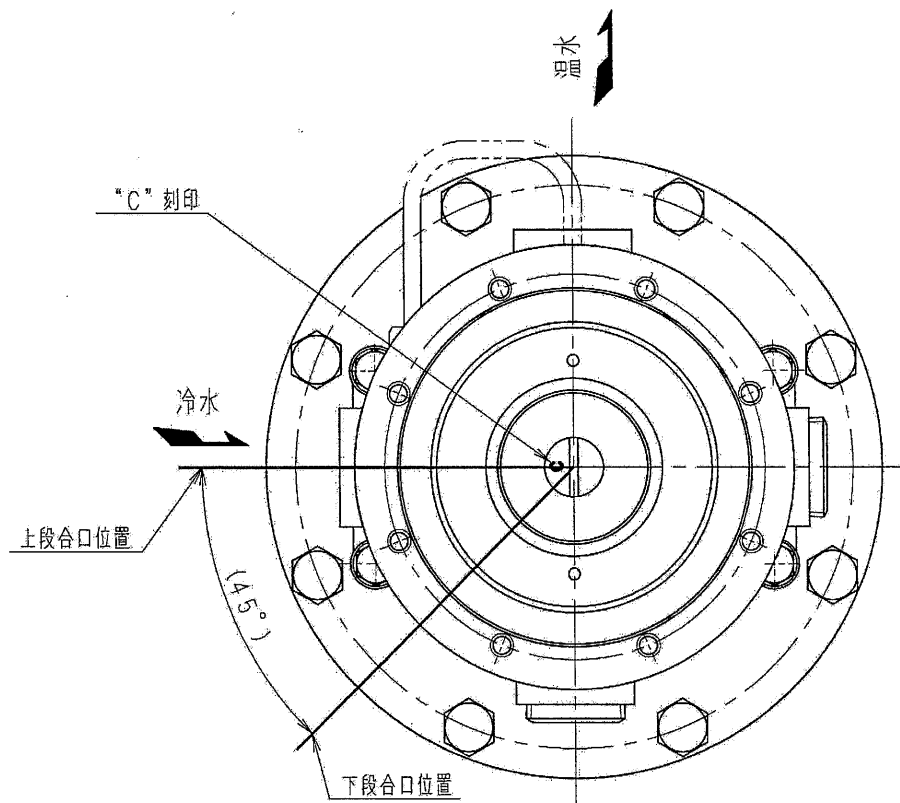

図5 スライドリング合口及び弁体の位置関係
- (1) 組立ては各部品を清掃後、分解の場合と逆の順序で実施してください。
- (2) スライドリング(21)の合口位置は図5を参照し指定の角度で取付けてください。
- (3) 弁体(22)を取付ける際は図5のように上部の“C”刻印が冷水側に来るよう取付けてください。向きを間違えると温度設定が出来なくなります。
- (4) ガasket(17)・(19)、Oリング(28)・(33)には、カルテックス FM グリース EP を塗布してください。